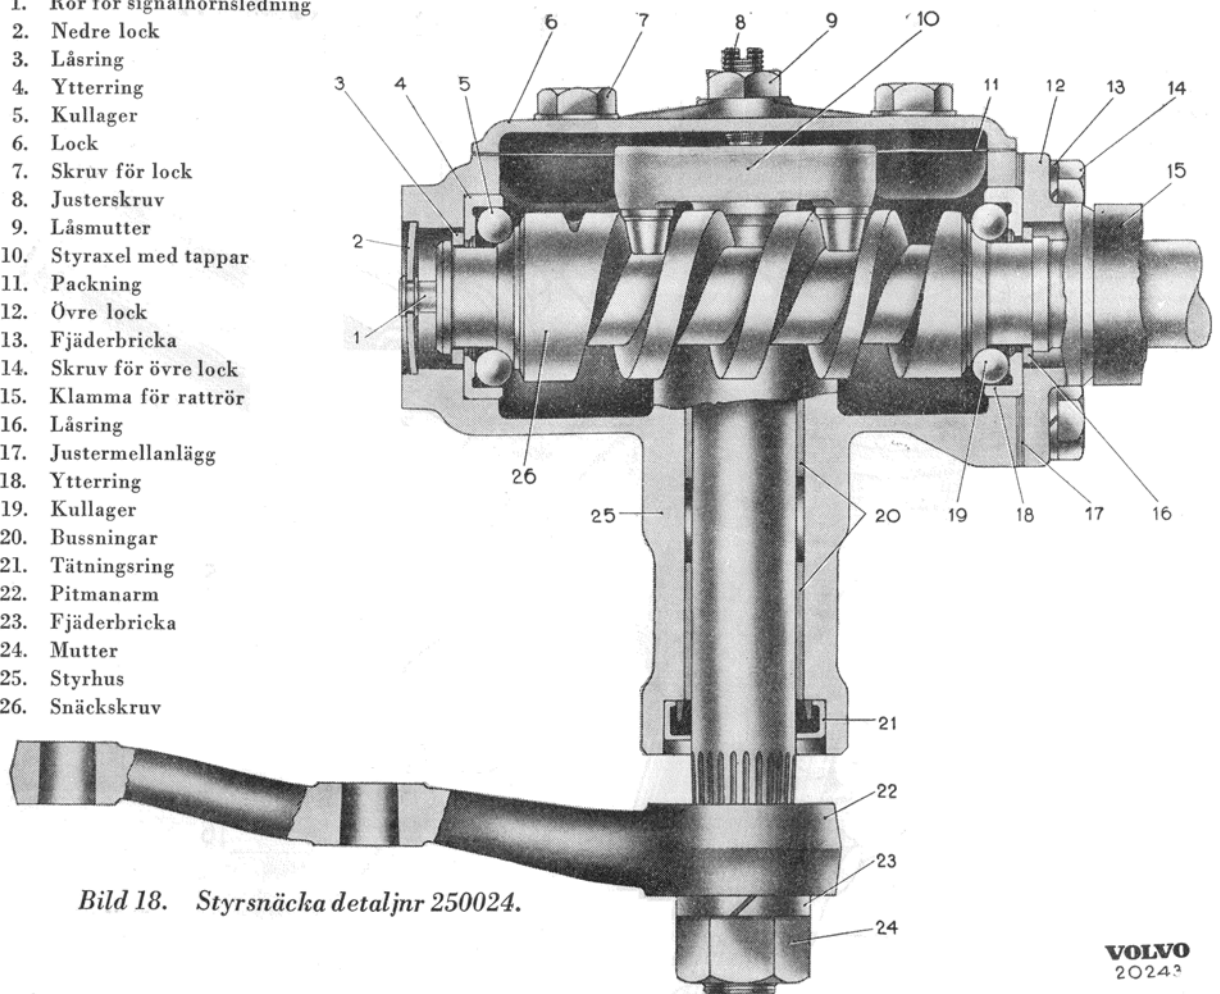

Bild 18. Styrsnäcka detaljnr 250024.
2. Lossa klamman (15 bild 18) för rattstöret. Drag av rattstöret.
3. Tag av locket (6) och tappa av oljan.
4. Lyft upp styraxeln (10).
5. Skruva bort de tre skruvarna (14) som håller styrsnäckans övre lock (12) och lyft bort detta. Tag vara på justermellanläggen.
6. Drag ut rattaxeln med påpressad snäckskruv (26). Kullagren (5 och 19) med ytterringar (4 och 18) följer då med ut.